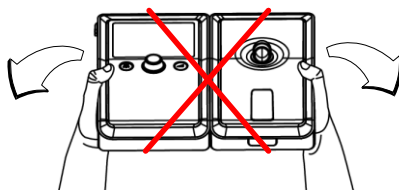

Fig. 4-4
• Não mova a unidade conectada para cima ou para baixo enquanto tenta separar os dispositivos (refira à Fig. 4-4). Poderá danificar os dispositivos.